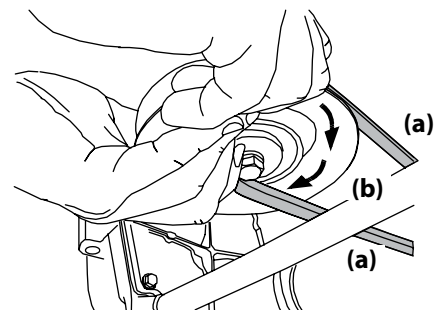

Figura 4-13
- Mientras sostiene la correa de la PTO (a) hacia abajo, siga girando la polea de la PTO (b) hasta que la correa de la PTO (a) se deslice fuera de la polea (b). Consulte la Figura 4-13.
11. Tire del lado derecho de la correa de la PTO hacia atrás y coloque el lado V angosto de la correa de la PTO en la polea de la PTO. Vea la Figura 4-13.
12. Mientras sostiene la correa de la PTO y la polea de la PTO juntas, rote la polea de la PTO hacia la izquierda (Vea la Figura 4-13). Siga sosteniendo y rotando la polea de la PTO y la correa de la PTO hasta que la correa de la PTO se enrolle totalmente en la polea de la PTO.